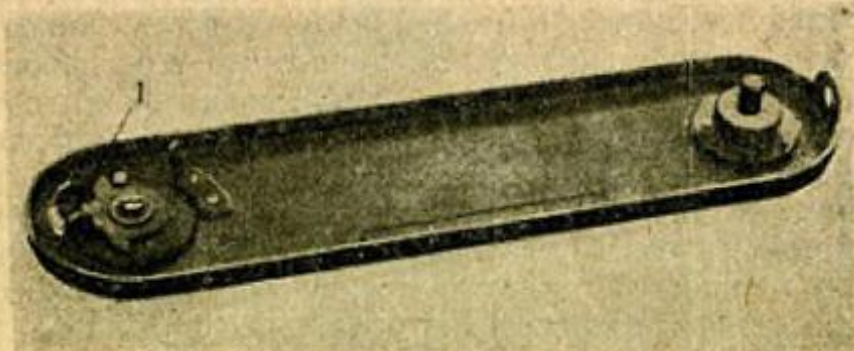

Рис. 15.
Необходимо следить за тем, чтобы вилка запирающего языка замка (1) (рис. 15) приходилась строго против столбика вставленной кассеты и охватывала бы последний при наложении крышки до упора. Если столбик кассеты не пойдет в вилку, то кассета при заперании замка крышки не откроется, что может повлечь за собой в дальнейшем разрыв пленки и порчу механизма.